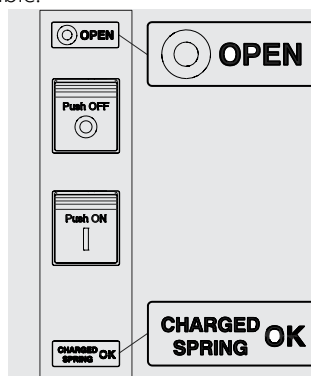

Figura 82
2. Interruptor abierto con resortes cargados (véase Figura 82).